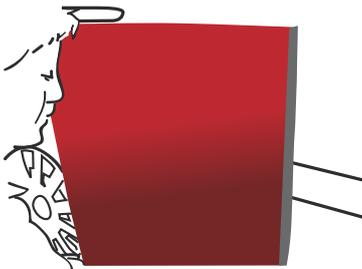

Abbildung 08
- › Der gesamte Liner ist abziehen. (Abb. 08)